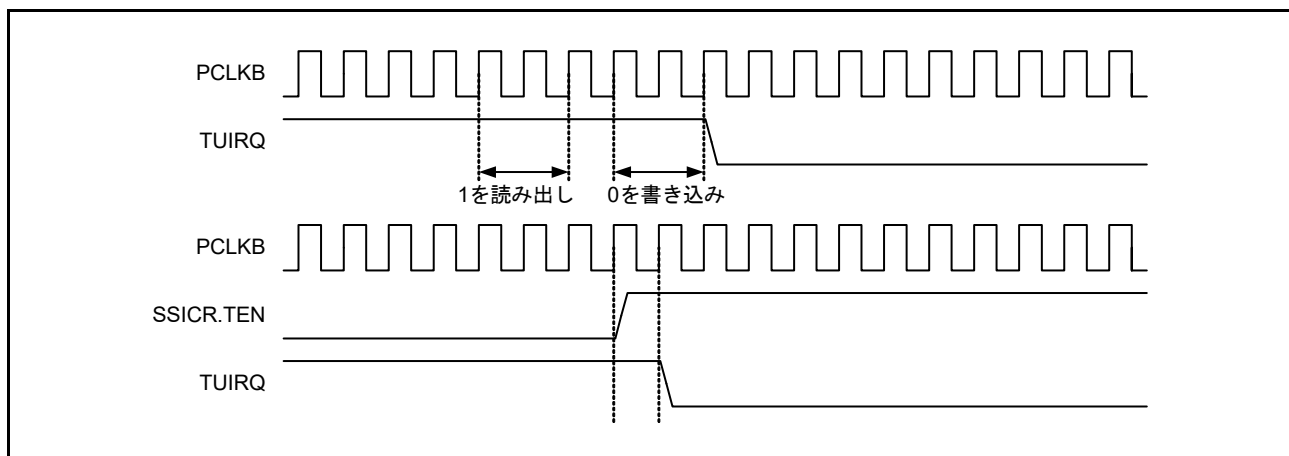

図 37.18 TUIRQ クリアタイミング
1. 本ビットから 1 を読み出した後に、0 を書き込んだとき（図 37.18 に示すタイミングと同じ）
1. 本ビットから 1 を読み出した後に、0 を書き込んだとき (図 37.18 に示すタイミングと同じ)